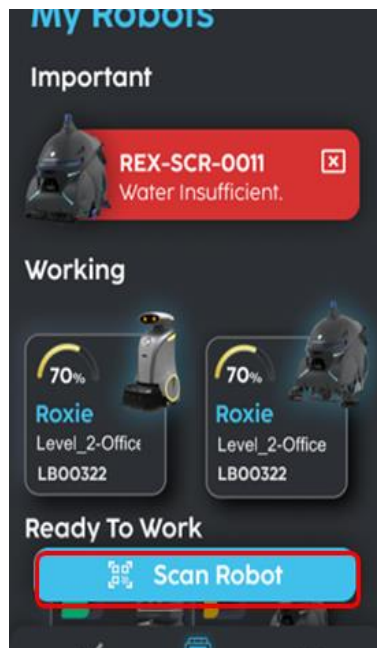
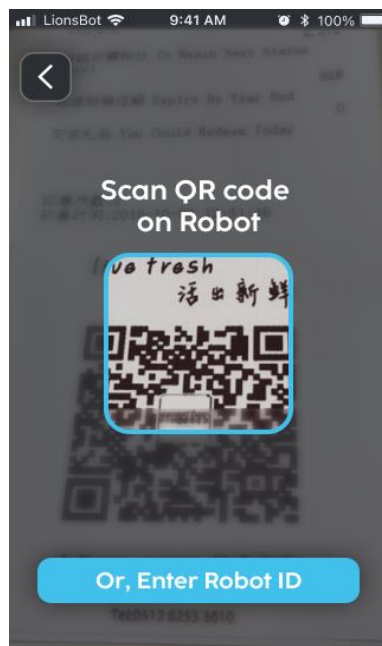

FIGURE 7-12
FIGURE 7-13
2. Scannez le code QR sur le robot (Fig. 7-12). Alternativement, cliquez sur 'ou, Entrez l'ID du Robot' pour ajouter en utilisant le nom ou l'ID du robot (Fig. 7-13).